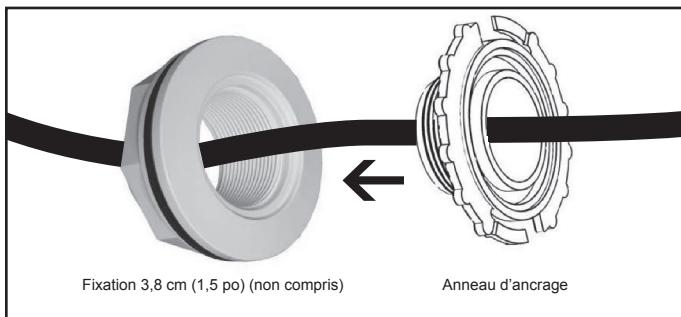

Figure 2. Fixez l'anneau d'ancrage de la lampe à la fixation de piscine de 3,8 cm (1,5 pouce)
2. Retirez l'anneau d'ancrage de la lampe et attachez-le à la fixation de piscine de 3,8 cm (1,5 pouce). Voir la Figure 2.